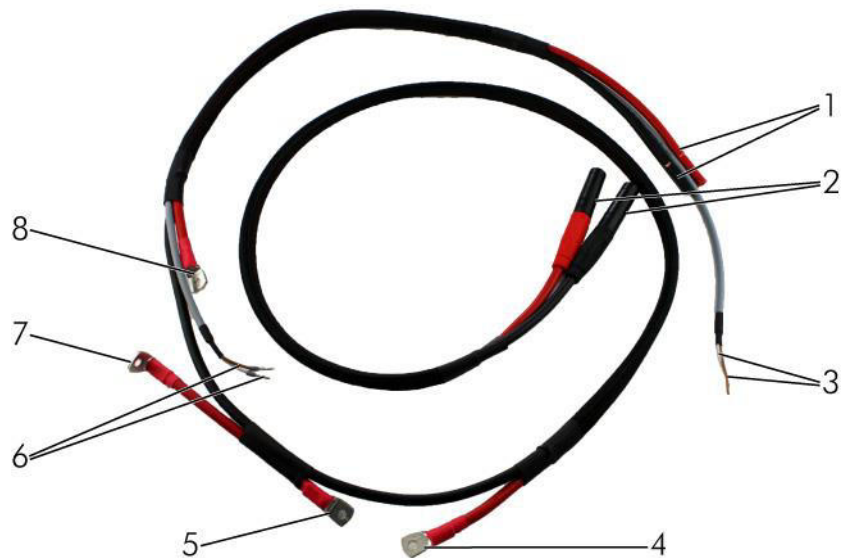

Abb. 4-4 Vorkonfektioniertes Leistungskabel
2. Abisoliertes Ende des schwarzen Leistungskabels (1, Abb. 4-4) in den negativen Leistungsausgang (-) einstecken.
3. Abisoliertes Ende des roten Leistungskabels (1, Abb. 4-4) in den positiven Leistungsausgang (+) einstecken.
5. Schwarzen Laborstecker (2, Abb. 4-4) in negativen Leistungseingang (-) der Last einstecken.
1. Positives Leistungskabel vom Gerät kommend (8, Abb. 4-4) an positiven Kontakt 1 (+) des Lastrelais anschließen.
2. Abgewinkelte Seite des positiven Leistungskabels (7, Abb. 4-4) an negativen Kontakt 2 (-) des Lastrelais anschließen.
1. 2-adriges Kabel (3, Abb. 4-4) an der 4. und 5. Klemme des Magnetventil-Steckverbinders (Abb. 4-6) einstecken.
3. Weißen Leiter des 2-adrigen Kabels (6, Abb. 4-4) in Kontakt 8 einstecken.
1. Schraube des negativen Kontakts (2) auf Rückstromdiode lösen.
2. Kabelschuh des positiven Leistungskabels (5, Abb. 4-4) vom Lastrelais kommend auf Kontakt legen.
4. Schraube des positiven Kontakts (1) auf Rückstromdiode lösen.
5. Kabelschuh des positiven Leistungskabels (4, Abb. 4-4) zur Last auf Kontakt legen.